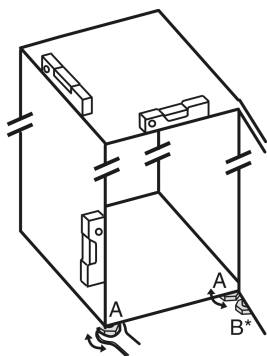

Fig. 4
- ▶ 用随附的开口扳手将垫脚 Fig. 4 (A) 借助水平仪旋出，直至稳固、平坦对齐冰箱。
- ▶ 使用随附的开口扳手旋出托架上的垫脚 Fig. 4 (B)，直至垫脚平置于地板。
- ▶ 将垫脚 Fig. 4 (B) 继续旋转 90°。